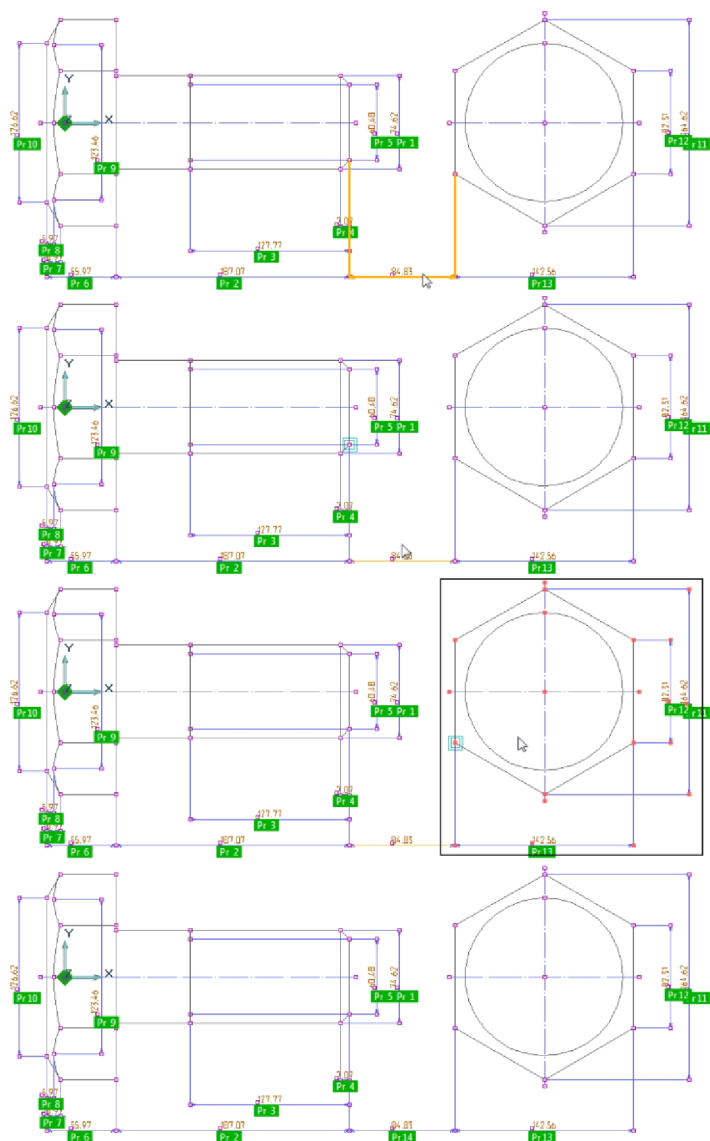

Рис. 21. Создание ПРМ 14
- Четырнадцатым будет изменяться размер, определяющий расстояние между видами. Схема назначения узлов представлена на Рис. 21.